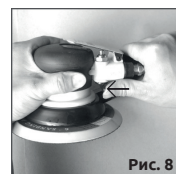

Рис. 8
- **ВАЖНО!** При подсоединении воздушного шланга держите регулятор воздуха в положении «ВЫКЛ», повернув ручку назад в крайнее верхнее положение (см. рис. 8).